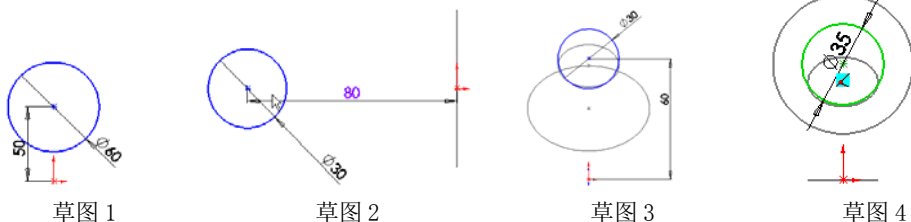

图 4-75 草图
2. 绘制草图 1。选取右视基准面，单击（草图绘制）按钮，进入草图绘制模式。绘制如图 4-75 所示的平面草图 1。
3. 绘制草图 2。选取上视基准面，单击（草图绘制）按钮，进入草图绘制模式。绘制如图 4-75 所示的平面草图 2。
6. 绘制草图 3。选取创建的倾斜基准面 1，单击（草图绘制）按钮，进入草图绘制模式。绘制如图 4-75 所示的草图 3。
8. 绘制草图 4。选取创建的基准面 2，单击（草图绘制）按钮，进入草图绘制模式。绘制如图 4-75 所示的草图 4。